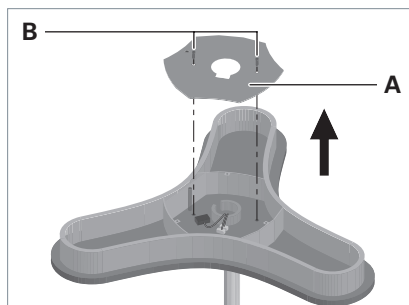

Fig. 15: Smontare la copertura della testa dell'apparecchio d'illuminazione.
- ▶ Svitare le viti **B** della copertura **A** e rimuovere la copertura, vedi Fig. 15.